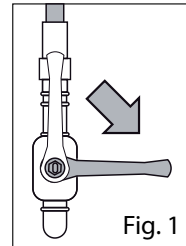

Fig. 1
- Den Absperrhahn stromaufwärts der Vorrichtung schließen (Fig. 1);
- Den dem Gerät vorgeschalteten Absperrhahn schließen (Abb. 1).